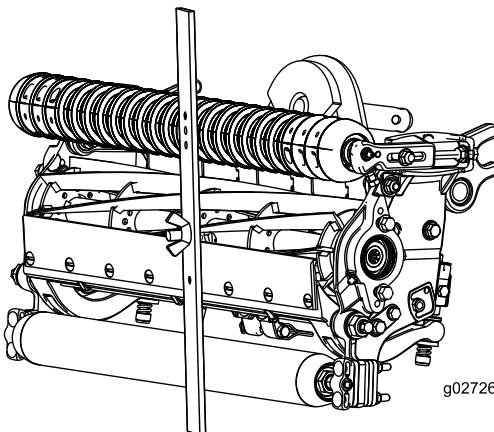

図 17
4. ゲージバーのねじの頭を下刃の先端に引っかけ、バーの後端を後ローラに当てがう**図 17**。
5. バーの前端がローラに当たるように、調整ねじで調整する**図 17**。ローラ全体が下刃と平行になるように、ローラの両側を均等に調節する。